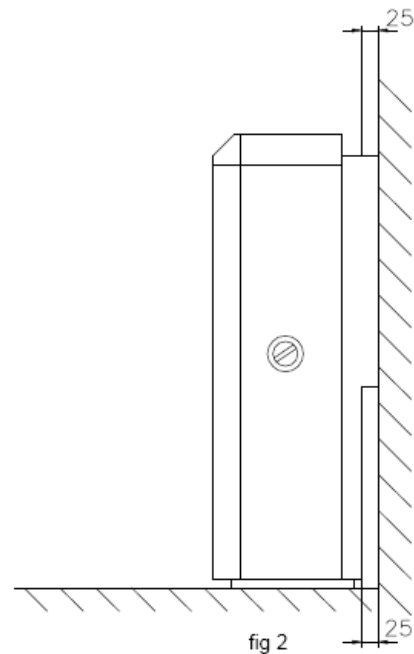

Рис.2
5. Прикрепите тепловой накопитель к фиксирующей планке, соблюдая расстояние 25 см от стены до обогревателя (Рис.2).